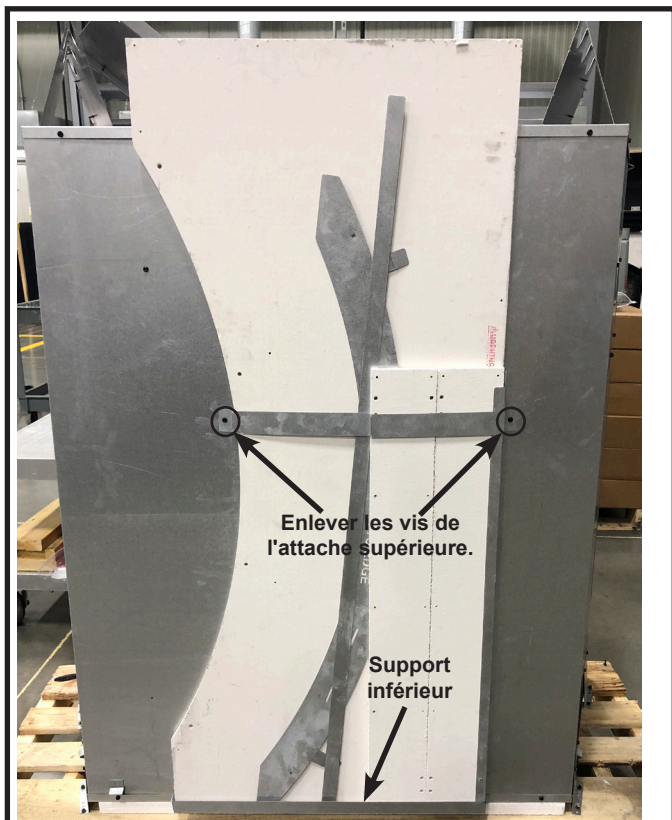

Figure 6.1 Assemblage du matériau de revêtement incombustible
Les pièces d'assemblage et de finition incombustibles sont situées à l'arrière de l'appareil (voir la figure 6.1).
- Enlever deux vis des attaches supérieures et les conserver (voir la figure 6.1).